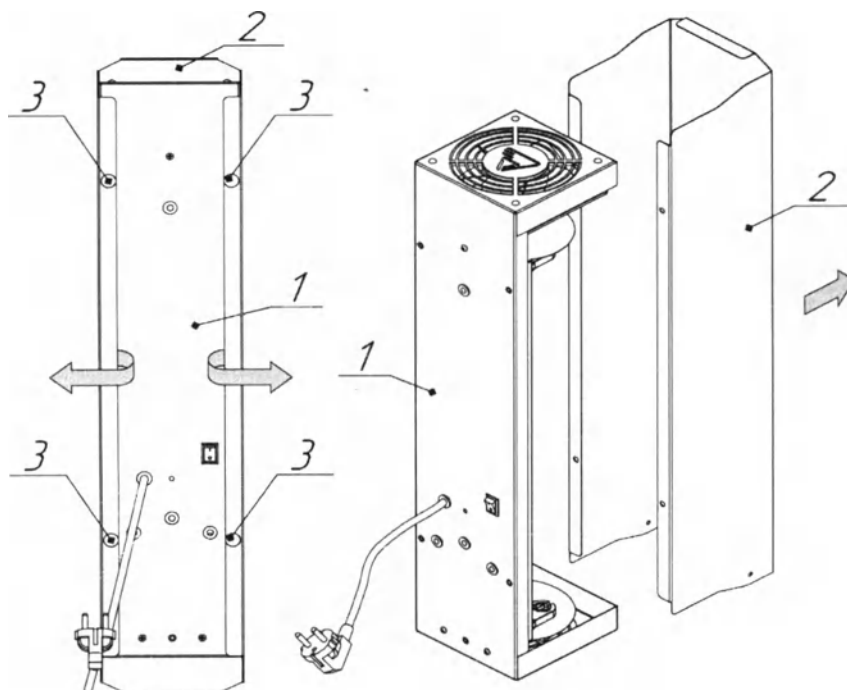
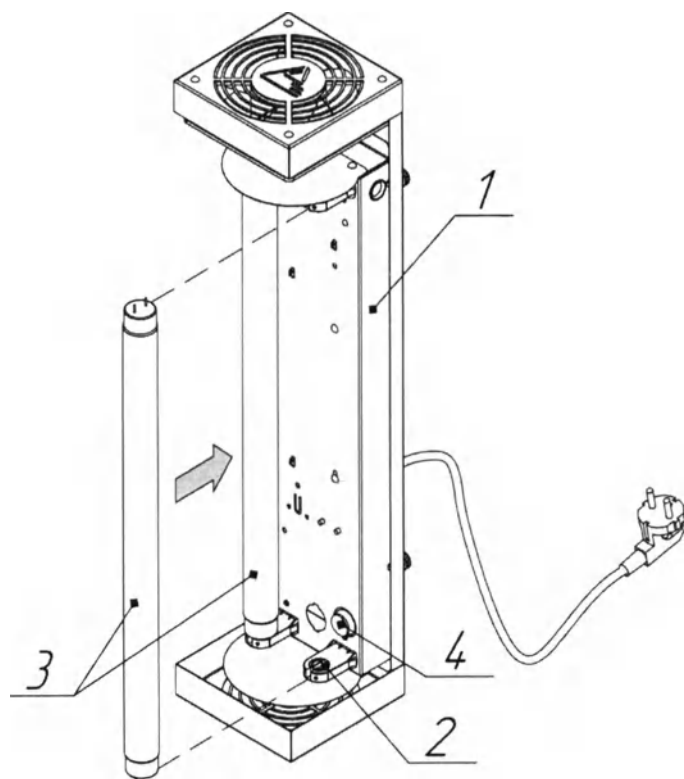

Рисунок 3.1- Снятие кожуха с рециркулятора.
Рисунок 3.2- Установка ламп в рециркулятор.
5.1.18 Для замены ламп (или стартеров) необходимо отсоединить опору (поз.1), открутив три болта (поз.8) и винт (поз. 12). Снять кожух (поз.2), открутив фиксирующие винты (поз.11) и оттянув его края в стороны как показано на рис. 3.1. Заменить лампы (или стартеры) как показано на рис. 3.2, затем собрать рециркулятор в обратном порядке.